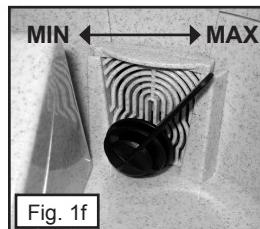

Fig. 1f
- 10) Fije el caudal al nivel deseado con el botón de control del caudal ubicado a la derecha de la rampa de salpicadura. Un caudal mínimo se obtiene con la perilla en posición de las 10 horas y un caudal fuerte con la perilla en posición de las 2 horas. (Fig. 1f)